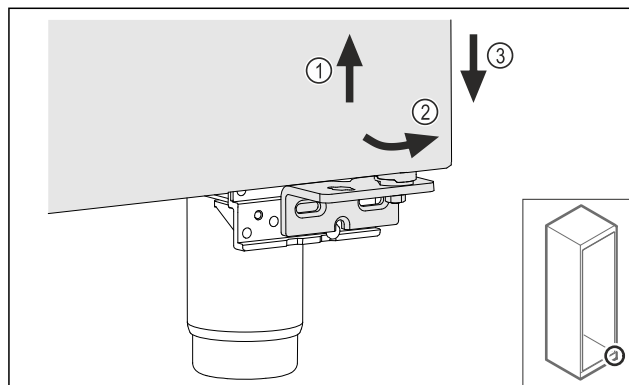

Fig. 10
- Vrata rahlo dvignite Fig. 10 (1) in jih spodaj nagnite Fig. 10 (2) ter spustite Fig. 10 (3).